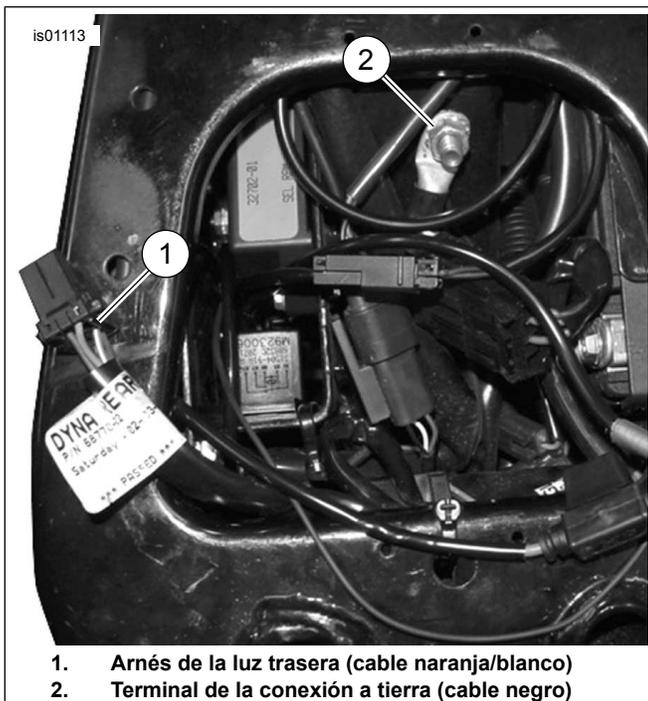

Figura 1. Conexiones de alimentación y a tierra (modelos Dyna)
- Vea Figura 1. Corte el cable negro en el arnés de cables Zumo para alcanzar fácilmente la ubicación de la conexión a tierra, y engarce el terminal de anillo al extremo del cable, según las instrucciones de la herramienta para engarzar Packard en el apéndice del Manual de servicio.
- Vea Figura 1. Cuidadosamente corte y abra un área de la envoltura del arnés principal dentro de la cubierta lateral, en un punto accesible y corte un cable de alimentación del arnés principal naranja/blanco.